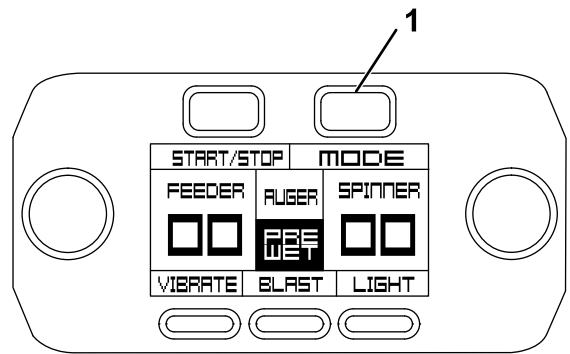

Bild 46
1. Betätigen Sie die Taste „Mode“ [Betriebsart] auf dem Steuergerät erneut, um das Vorbenetzungssystem zu deaktivieren (Bild 46).